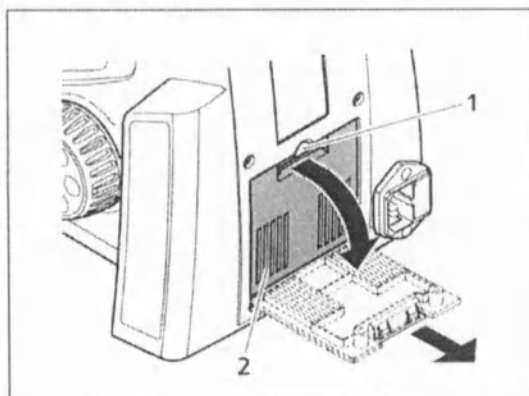
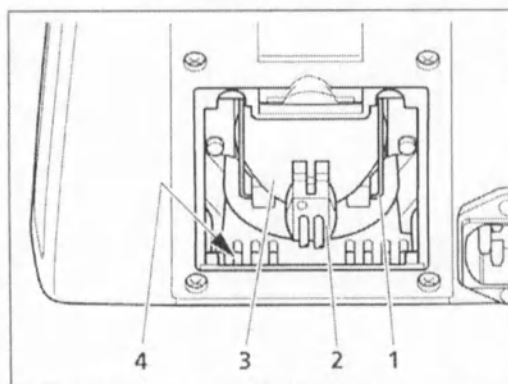
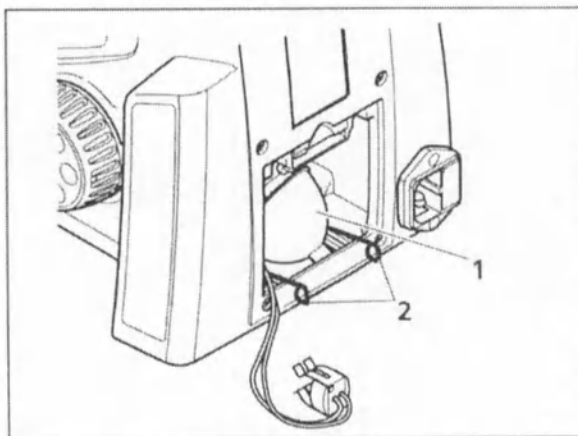
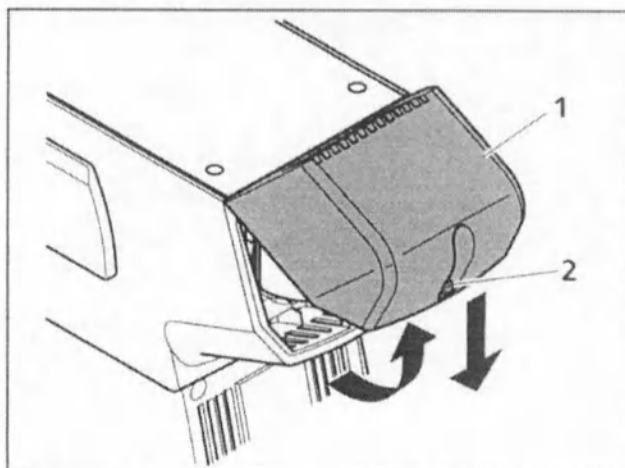

Рисунок 3-16. Извлечение крышки
Рисунок 3-17. Извлечение светодиодной лампы
Рисунок 3-18. Подсоединение светодиодной лампы
Рисунок 3-20. Извлечение крышки
- Нажать на зажимное приспособление (рисунок 3-16/1) на крышке (рисунок 3-16/2) в нижней части. Открутите крышку, извлеките удерживающий канал (рисунок 3-17/4) на штативе и отложите его.
- Извлеките патрон лампы (рисунок 3-17/2) из осветительного устройства (рисунок 3-17/3).
- Нажмите на лупу (рисунок 3-18/1) на зажимной скобе (рисунок 3-17/2) держателя лампы и потяните ее вперед.
- Разместите новое осветительное устройство/светодиодную лампу (рисунок 3-18/1) с нижним передним краем между контактной поверхностью и зажимной скобой. Установите осветительную арматуру на зажимной скобе.
- Поднимите зажимные скобы (рисунок 3-18/2) держателя лампы с осветительным устройством так, чтобы осветительное устройство вошло в сцепление с держателем лампы. После этого, одновременно, легонько нажмите на концы зажимных скоб и направьте последние два верхние удерживающие элемента. Отпускайте до тех пор, пока зажимная скоба откроется и войдет в сцепление на обеих сторонах удерживающих элементов.
- Вставьте нижний край крышки (рисунок 3-16/2) в удерживающие каналы (рисунок 3-17/4) штатива и поверните вверх, чтобы зажимное приспособление защелкнулось (рисунок 3-16/1).
- Ослабить винт (рисунок 3-20/2) на крышке.
- Легонько подымите крышку (рисунок 3-20/1) вверх и извлеките ее из штатива.
- Вставьте крышку (рисунок 3-20/1) под наклоном снизу в верхние удерживающие каналы (рисунок 3-17/4), опустите вниз и нажмите. Затяните винт (рисунок 3-20/2).